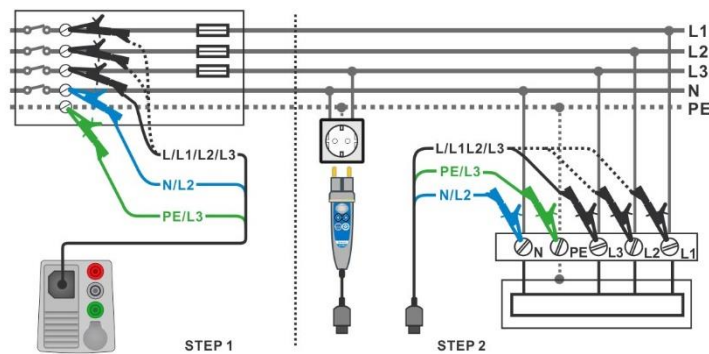

Abbildung 7.107: AUTO TT Messung
- › Schließen Sie den 3-Leiter Prüfadapter oder den Commander Prüfstecker am Prüfling an, siehe **Abbildung 7.107**.